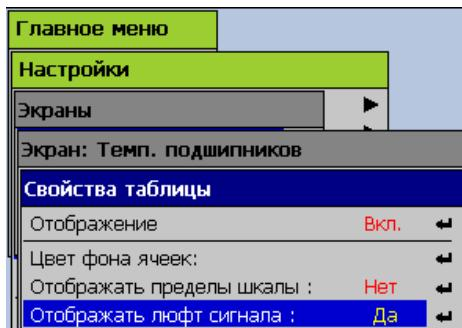

Рисунок 2.44
Неподвижные фоновые элементы мнемосхемы создаются на ПК с помощью любой программы редактирования растровых изображений и сохраняются в графический файл. В качестве изображения также может использоваться непосредственно фотография, контролируемого объекта или узла. Рекомендуемый размер файла изображения не должен превышать 1280x1024 точек. Допустимые расширения файлов изображений: *.bmp, *.jpg, *.gif, *.png. Все изображения, предназначенные для использования в мнемосхемах регистратора, загружаются на USB-flash накопитель в директорию **PMT_IMG** (все символы латинского алфавита!). Для добавления/изменения фонового изображения мнемосхемы используется первый слева элемент (1) на панели инструментов (рисунок 2.44а), после нажатия Enter на котором произойдет считывание с вставленного заранее съемного USB-flash накопителя файлов изображений и отображение их в списке (6) для выбора.
Рисунок 2.44а
Рисунок 2.44в